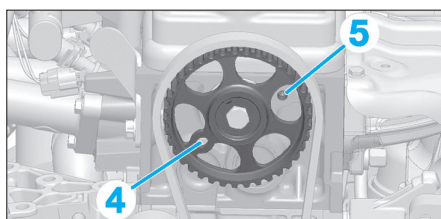

Fig. 9
• Tourner le moteur par la vis de poulie de vilebrequin dans le sens horaire (sens normal de rotation), pour amener le point de pigeage (4) de la poulie d'arbre à cames à proximité du point de pigeage (5) de la culasse (Fig.9).